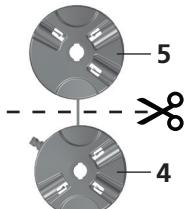
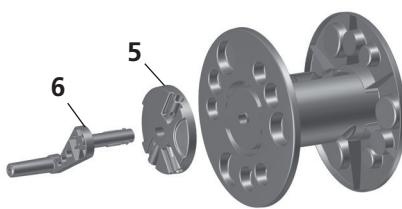

Fig. 02
Fig. 03
**2.** Separe o mancal direito (4) e o mancal esquerdo (5), cortando a fita que os une [Fig. 02]. Encaixe a manivela (6) no mancal esquerdo (5), e monte este conjunto no carretel [Fig. 03] (encaixar até ouvir o click).
**2.** Separate the right bearing (4) and left bearing (5) by cutting the tape, as shown on [Fig 02]. Attach the crank (6) to the left bearing (5), and then connect this assembly to the reel [Fig. 03]. (Be sure you hear them clicking into place).
**2.** Separa el mancal derecho (4) y el mancal izquierdo (5), cortando la cinta que los une [Fig. 02]. Encaja la manivela (6) en el mancal izquierdo (5), y monta el conjunto en el carrete [Fig. 03] (encajarlo hasta que se escuche un clic).